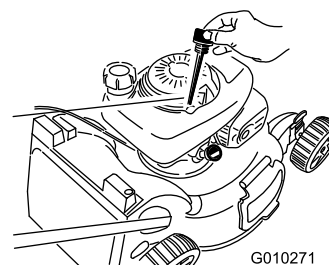

Рисунок 44
3. Извлеките масломерный щуп (Рисунок 44).